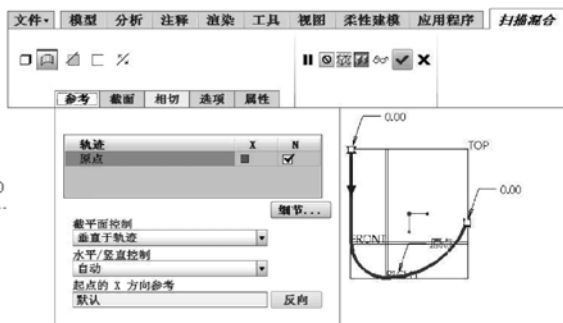

图 7-27 原点轨迹及剖面控制等
- 6 新创建的曲线自动被选中作为原点轨迹线，注意原点轨迹的起点箭头位置如图 7-27 所示，此时若打开“参考”面板，则可以看到默认的“截面控制”选项为“垂直于轨迹”，“水平/竖直控制”选项为“自动”，“起点的 X 方向参考”选项为“默认”。